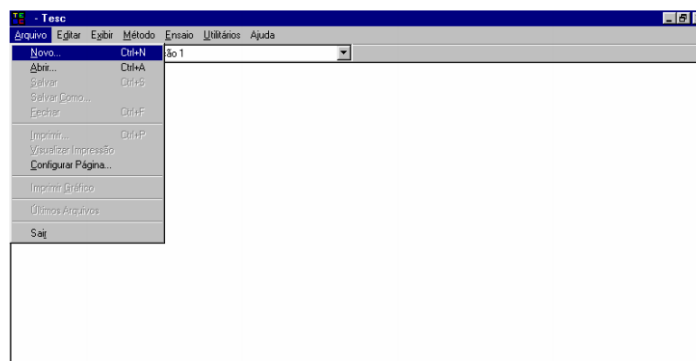

Figura 2 – Criar novo relatório de ensaio
- VIII. Criar um novo relatório de ensaio no menu Arquivo-Novo (Figura 2);